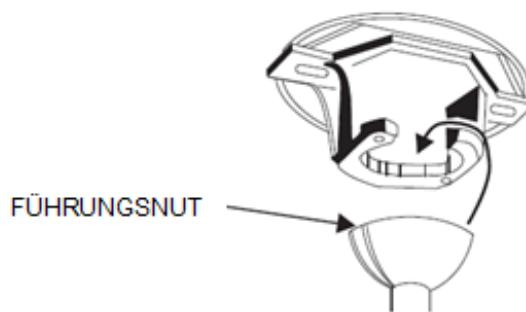

Abb. 6
- Setzen Sie die Ventilatoreinheit auf die Halterung auf. Stellen Sie sicher, dass die Führungsschlüsse des Kugelgelenks auf die Anschlagstifte der Halterung ausgerichtet sind, wodurch ein Verdrehen des Ventiltors während des Betriebs verhindert wird. Abb.6)